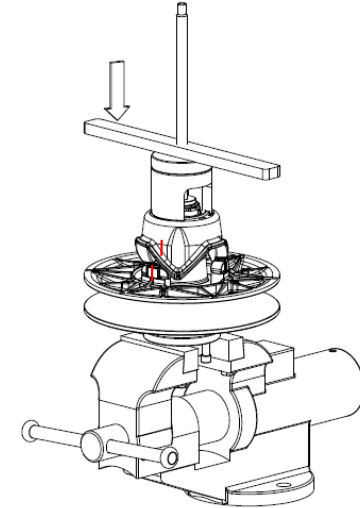
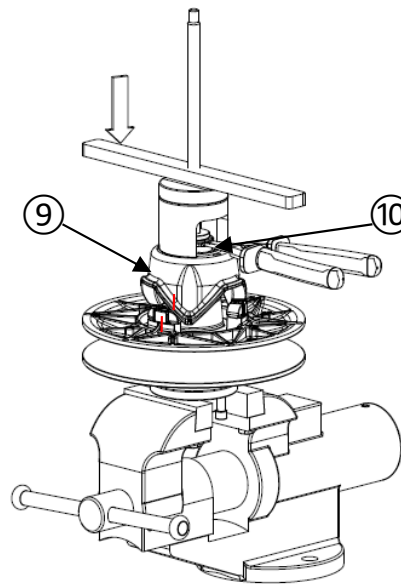

Figure 20
Figure 21
- Installez la poulie sur l'outil de démontage comme indiqué sur la figure 20.
- En vissant la barre sur la tige filetée, appuyez sur la came ⑨ (3 à 4 mm max.) afin de libérer l'anneau élastique ⑩.
- Retirez l'anneau élastique ⑩ à l'aide de la pince à anneau élastique (figure 21).